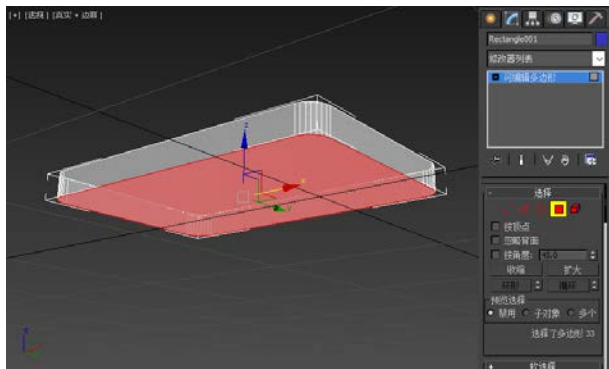

图 3-2-5 删除面
STEP 05 右击模型，在弹出的快捷菜单中执行【转换为】→【转换为可编辑多边形】命令，进入【修改】面板，单击【多边形】按钮或按【4】键，进入【多边形】子对象，选择视图中的多边形，按【Delete】键将其删除，如图 3-2-5 所示。